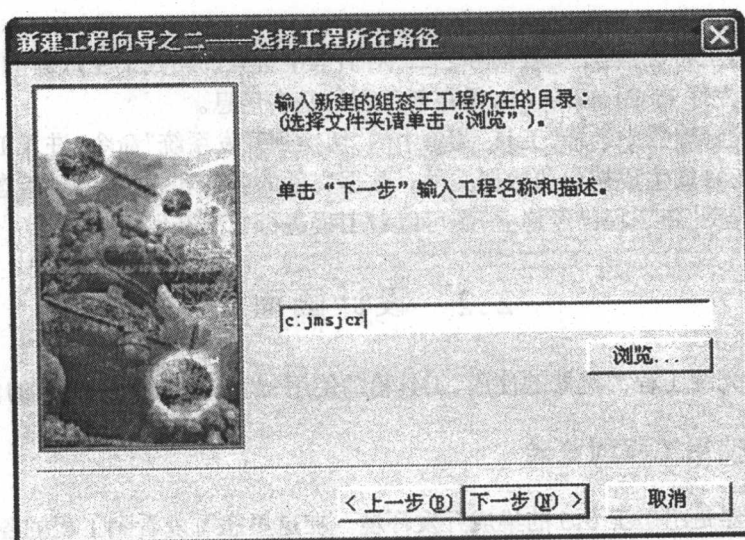
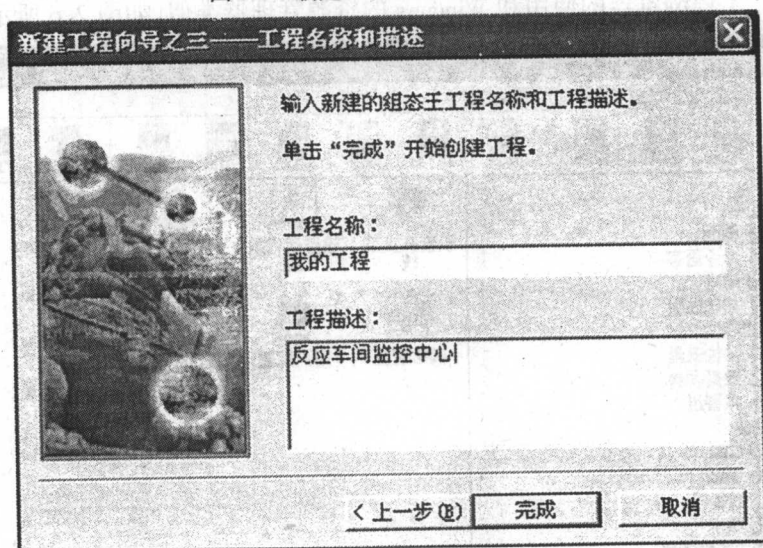

图 2.3 新建工程向导之二对话框
图 2.4 新建工程向导之三对话框
(2) 单击“下一步”按钮,弹出“新建工程向导之二”对话框,如图 2.3 所示。
(3) 单击“浏览”按钮,选择新建工程的存储路径。
(4) 单击“下一步”按钮,弹出“新建工程向导之三”对话框,如图 2.4 所示。